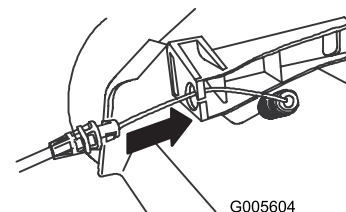

Bild 6
4. Schieben Sie das Kabel in den Kabelanker an der linken Griffhalterung (Bild 6).